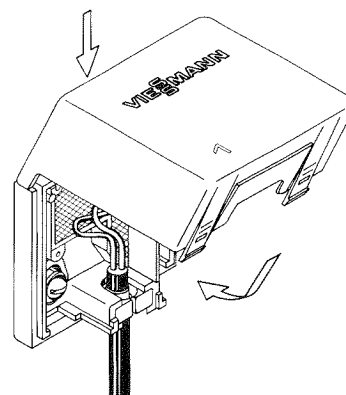

Abb. 3.4
4. Die Kappe am oberen Sockelrand einhängen und auf den Sockel drücken, bis die Befestigungsklammern im Sockel eingerastet sind (Abb. 3.4).